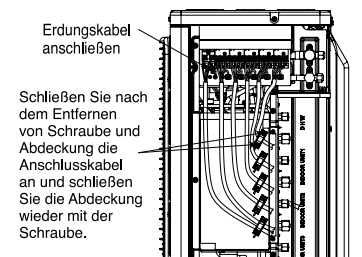

Abb. 3-3-2
- (2) Schließen Sie das Verbindungskabel und das Netzkabel an die Klemmenleiste an (Abb. 3-3-2).
- (3) Befestigen Sie die Verbindungskabel und das Netzkabel richtig mit einem Stahlband (Abb. 3-3-2).
- Um zu vermeiden, dass das Kabel verkratzt oder von der Seitenabdeckung eingeklemmt wird, ist dieses wie in Abb. 3-3-2 dargestellt mit Band zu fixieren.